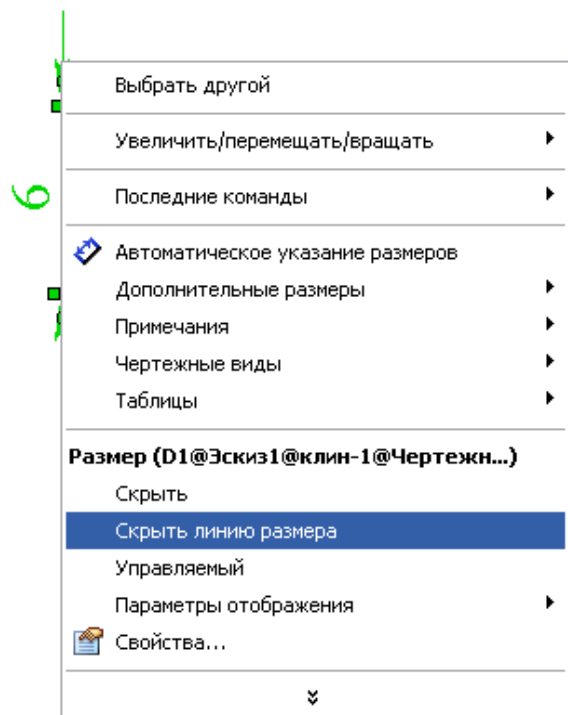

Рис. 11
2. Для скрытия размерной линии размера «б» нажмите на неё правой кнопкой мыши (на ту половинку линии размера, которую необходимо скрыть) и в контекстном меню выберите команду **Скрыть линию размера** (рис. 11).